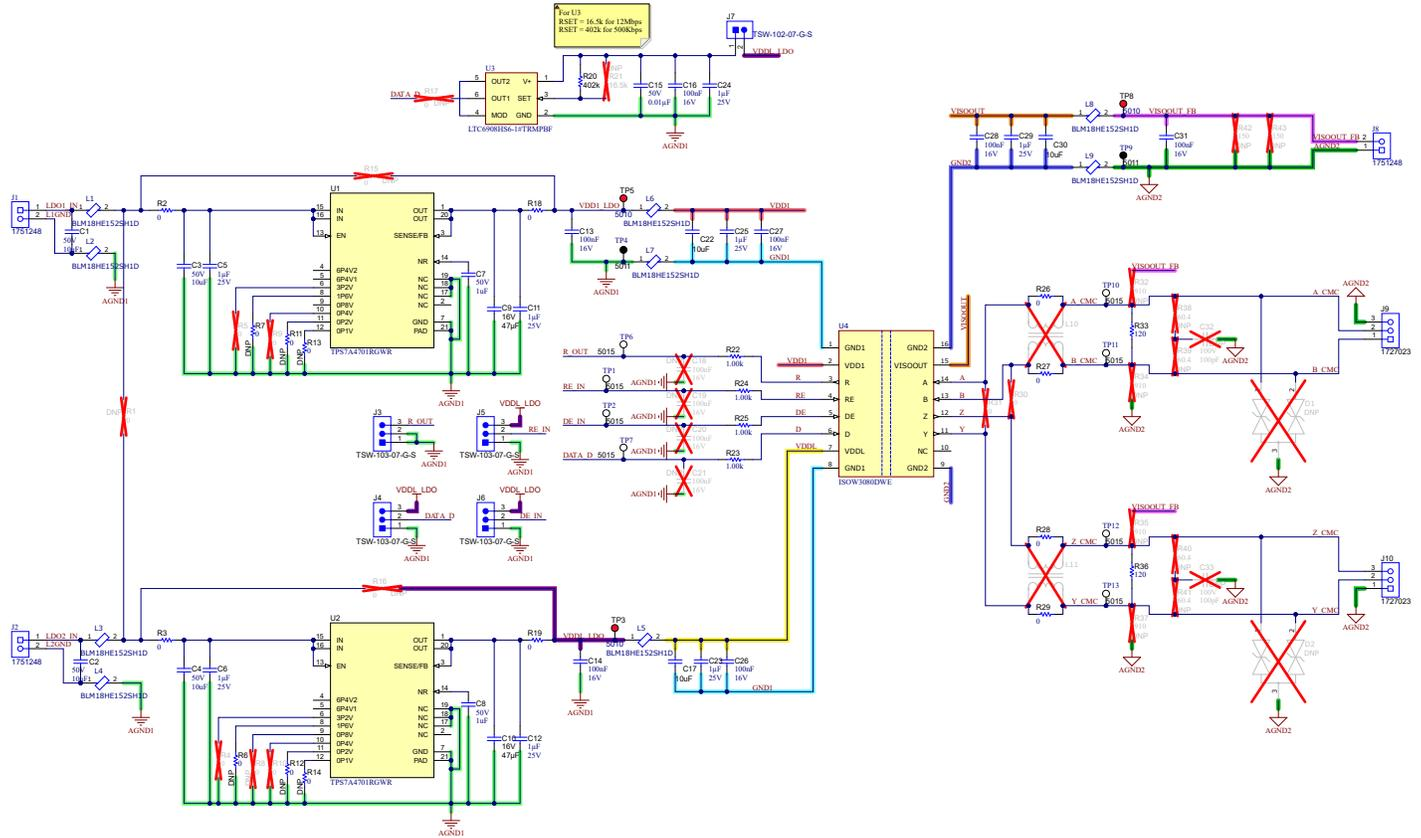

図 3-1. ISOW3080DWEEVM の回路図
ISOW3080DWEEVM の設計は、16 ピン WB SOIC パッケージ (DWE-16) の ISOW308x(P) のどのタイプにも対応できます。16 ピン WB SOIC パッケージ (DWE-16) の ISOW308x(P) デバイスのどれを評価する場合でも、ISOW3080 を ISOW3080DWEEVM 基板上的の対象デバイスに置き換えてください。ISOW308x デバイスの変更は、他のコンポーネントでは必要ありません。ISOW308xP デバイスのいずれかを評価するには、U1 の抵抗オプションを変更して、ピン 2 (VDD1) をデフォルト設定の 3.3V から 5V に変更する必要があります。図 3-1 に、ISOW3080DWEEVM の回路図を示します。